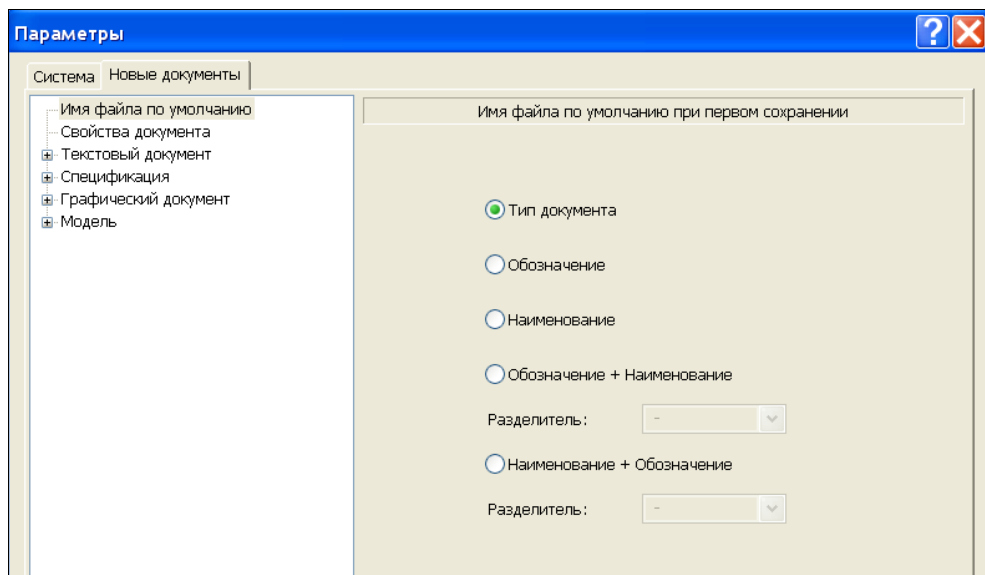

Рис. 15.16. Диалоговое окно **Параметры** с открытой вкладкой **Новые документы** и панелью **Имя файла по умолчанию при первом сохранении**
- ◆ в левой части щелкните ЛК мыши по пункту **Имя файла по умолчанию**. В правой части откроется панель **Имя файла по умолчанию при первом сохранении** (рис. 15.16). На этой панели выберите один из вариантов имени файла. Автор ставит флажок в варианте **Обозначение + Наименование**;